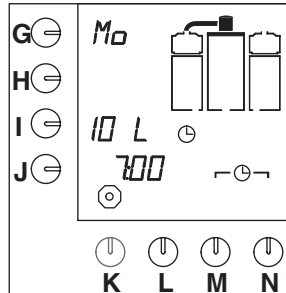

Fig. 15 Timer til ventetilstand
- Uret i displayet begynder at blinke, og automaten vil lave kaffe på det indstillede tidspunkt. Ventetilstanden vises i displayet (fig.15).